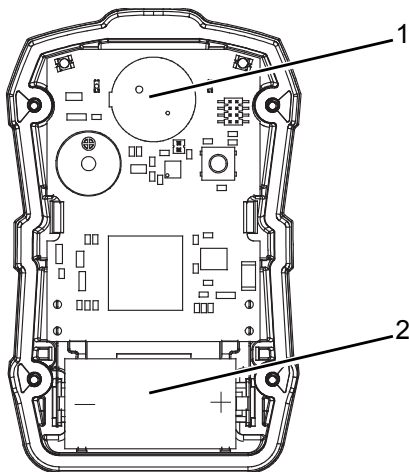

图 14 更换传感器和电池
- (1) 请确保设备已关闭。
- (2) 拧下四个外壳螺钉，卸下前壳体，露出传感器（位于设备顶部警报指示灯附近 → 图 14）。
- (3) 轻轻提起并正确处置传感器。